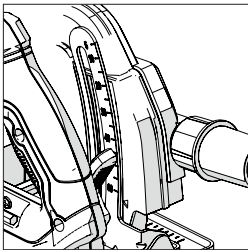

Fig. 11
**Remarque :** Vous trouverez une graduation de profondeur sur le cadran de réglage de la profondeur comportant un trait de repère correspondant sur la zone adjacente du carter de lame supérieur de la machine. (Fig. 11) L'utilisation de ces fonctionnalités permet un réglage plus rapide.